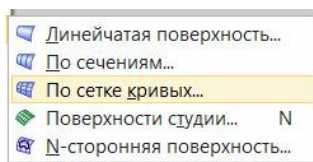

Рис.58
- Эту возможность построения поверхности можно вызвать по команде «**Вставить \ Поверхность по сетке кривых \ Поверхность по сетке кривых**» (рис.58).